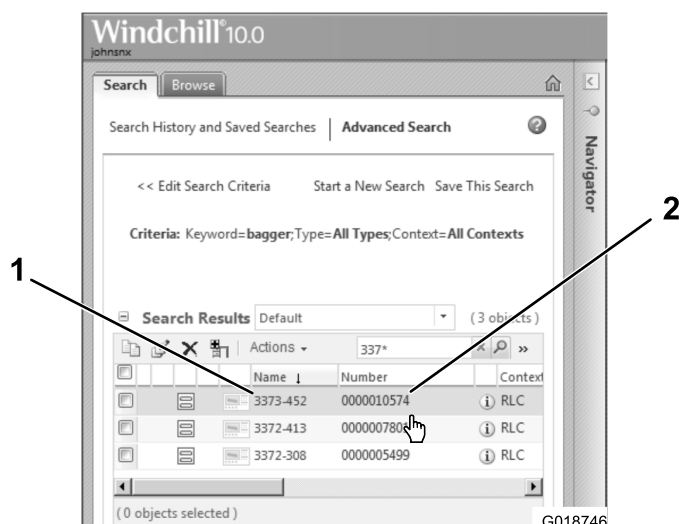

Figure 28
4. Retirez la jauge d'huile et essuyez soigneusement l'extrémité (Figure 28).
5. Insérez complètement la jauge d'huile dans l'orifice de remplissage, mais ne la vissez pas (Figure 28).
6. Ressortez la jauge et examinez l'extrémité. Si le niveau est bas, versez lentement juste assez d'huile dans l'orifice de remplissage pour amener le niveau au repère maximum (Full) sur la jauge (Figure 28).
7. Revissez la jauge en place (Figure 28).